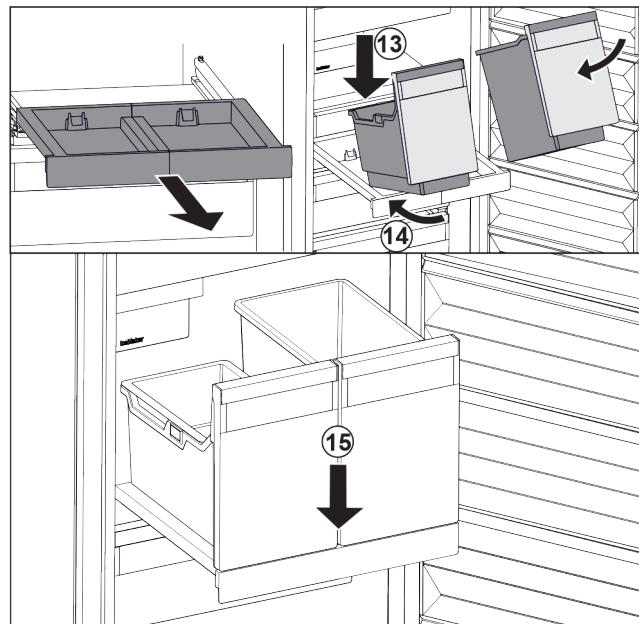

Fig. 24
- Nasad'te nádobu šikmo na vyťahovaciu poličku. Fig. 24 (13)
- Zasuňte nádobu šikmo dozadu. Fig. 24 (14)
- Zložte nádobu vpred. Fig. 24 (15)